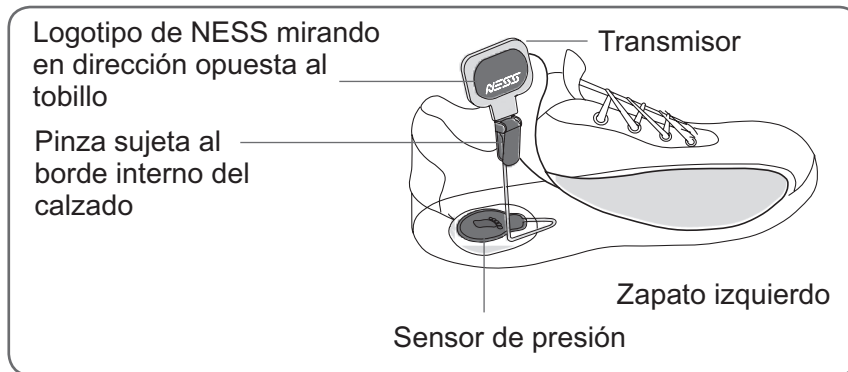

Figura 11: Cómo sujetar la pinza del transmisor al borde interno del zapato.
5. Sujete la pinza del transmisor del sensor de marcha en el borde interno del calzado. El logotipo de NESS que se encuentra sobre el transmisor debe quedar mirando en dirección opuesta al tobillo. Vea la Figura 11.